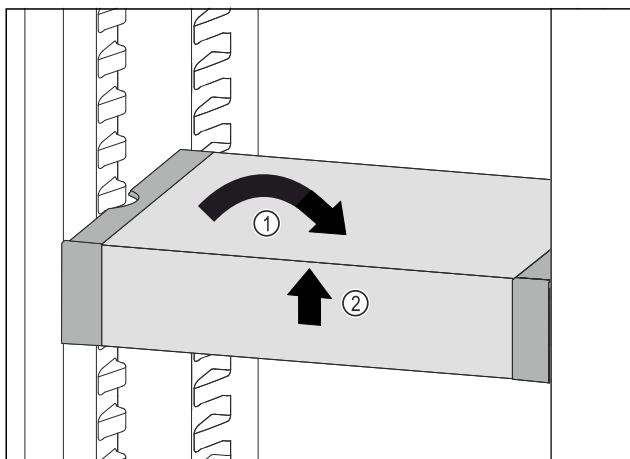

Fig. 57
- ▶ VarioSafe postavte rovně. Fig. 57 (1)
- ▶ VarioSafe vpředu zvedněte. Fig. 57 (2)